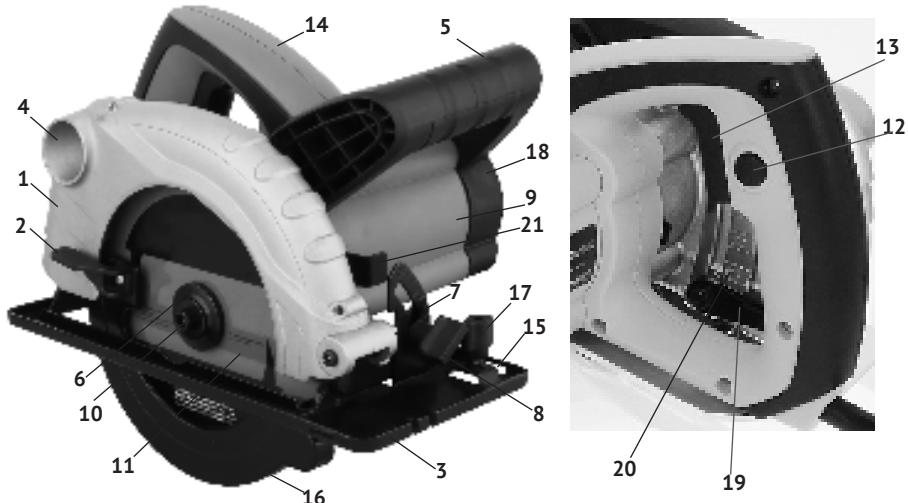
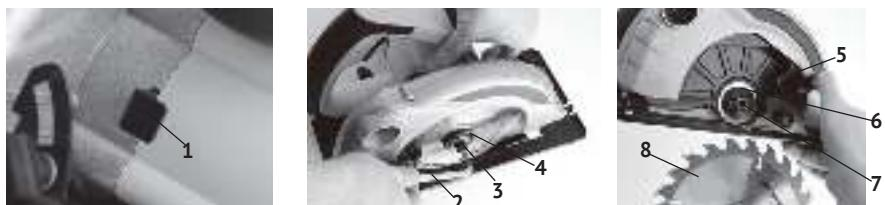

рис.1
рис.2
1.6 Общий вид пилы представлен на рис.1
1.7 Пила состоит из коллекторного двигателя в пластиковом корпусе (рис.1 поз.9) с закреплёнными на нём рукоятками (рис.1 поз.5 и 14) и металлического редук-
тора, совмещённого с верхним неподвижным кожухом (рис.1 поз.1). Крутящий момент с якоря электродвигателя, через шестерню, передаётся на шпиндель, соосный с электродвигателем. На шпиндель пилы, между опорным и зажимным (рис.1 поз.6) фланцами крепится пильный диск (рис.1 поз.11). Это основной рабочий инструмент пилы. Пила имеет функции: изменение глубины реза и поворот режущего блока (вправо) для наклонного пиления (до 45°).
1.8 Клавиша выключателя (рис.1 поз.13) расположена в нижней части основной рукоятки (рис.1 поз.14). Во избежание самопроизвольного включения инструмента, выключатель снабжён блокировкой клавиши (кнопка блокировки, рис.1 поз.12, расположена на левой части рукоятки). Включение пилы осуществляется нажатием на клавишу выключателя (рис.1 поз.13) указательным пальцем после нажатия и удержания кнопки блокировки большим пальцем. Пила отключается при отпускании клавиши выключателя, при этом кнопка блокировки (со щелчком) возвращается в исходное положение - заблокировано.
2.2.1 Закрепить на шпиндель пильный диск, соответствующий обрабатываемому материалу. Для установки (замены) диска необходимо (см. рис.2):
- зафиксировать шпиндель (рис.2 поз.7), нажав на рычаг стопора (рис.2 поз.1);
- открутить ключом (рис.2 поз.2) винт крепления диска (рис.2 поз.3), снять зажимной фланец (рис.2 поз.4);
- переместить вверх за рычаг (рис.2 поз.5) нижний подвижный кожух (рис.1 поз.16), снять пильный диск (при замене);
- очистить опорный (рис.2 поз.6) и зажимной фланцы;
- установить на шпиндель (рис.2 поз.7) пильный диск (рис.2 поз.8);
2.2.3 При необходимости изменения глубины пиления, поднять рычаг (рис.1 поз.19) фиксации глубины пропила, выставить направляющую плиту (рис.1 поз.3) по шкале (рис.1 поз.20) в нужное положение и зафиксировать в выбранном положении, опустив рычаг.
- ослабить рукоятку (рис.1 поз.8) фиксации угла наклона режущего блока;
- подняв за рукоятку (рис.1 поз.14) режущий блок (двигатель с диском), выставить
по шкале кронштейна (рис.1 поз.7) необходимый угол пиления;
Внимание! При пилении под наклоном, значение глубины пропила, устанавливаемое по шкале (рис.1 поз.20), не совпадает с истинным значением. Глубина пропила в данном случае равна перпендикуляру от вершины пильного зуба к плоскости направляющей плиты.
2.2.5 При необходимости отпиливания заготовок строго определённой ширины, установите параллельный упор - линейку. Упор вставляется в отверстия (рис.1 поз.15) направляющей плиты (справа или слева) и крепится винтом (рис.1 поз.17).
Внимание! Не фиксируйте нижний подвижный кожух (рис.1 поз.16) в открытом положении. Это может привести к заклиниванию диска, а также к травмам и повреждениям. Кожух будет автоматически сдвигаться при движении направляющей плиты по заготовке.
- необходимо снять заднюю крышку (рис.1 поз.18) корпуса двигателя, открутив винты крепления.